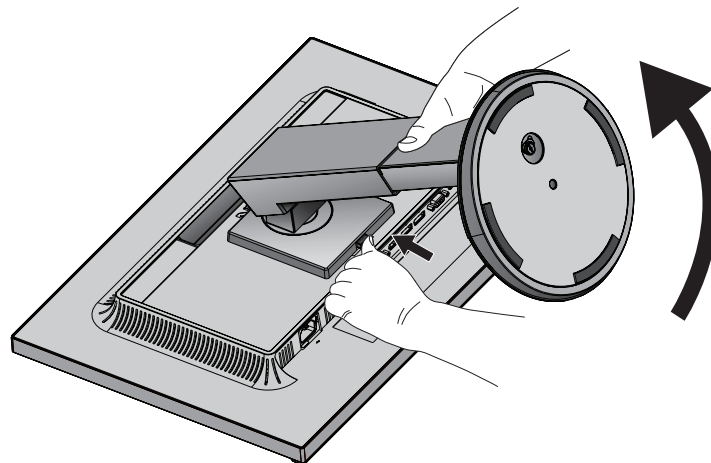

Figure S.1
3. Placez le moniteur face vers le bas sur une surface non abrasive (**Figure S.1**).
4. Placez une main autour du support et l'autre sur le levier à dégagement rapide. Appuyez sur le levier à dégagement rapide et tournez-le dans la direction indiquée par les flèches (**Figure S.1**).
5. Soulevez le support pour le décrocher du moniteur (**Figure S.1**). Vous pouvez maintenant monter le moniteur d'une façon différente. Pour fixer à nouveau le support, effectuez la procédure dans le sens inverse.